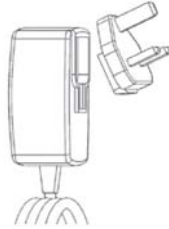

Abb. 3 - Ladegerät
- Das Ladegerät wird mit einem Adaptergarnitur für die Benutzung in verschiedenen Ländern geliefert (Abb. 3)